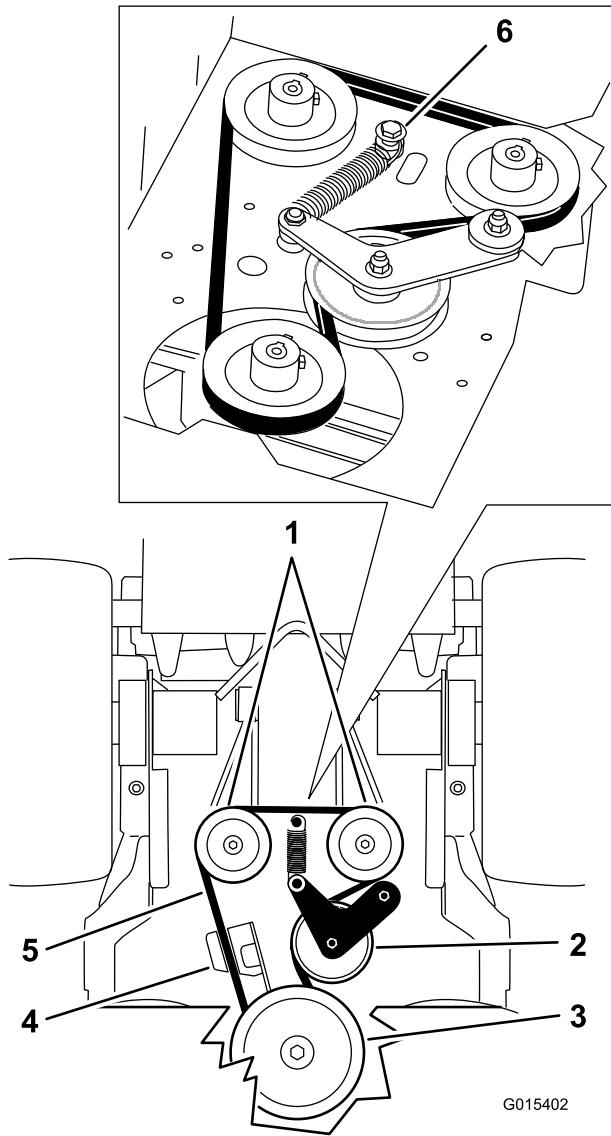

Figura 66
5. Retire el perno de cuello largo, la tuerca y la arandela de la carcasa del motor y del muelle (Figura 66).
- 6. Retire la correa de transmisión de la bomba (Figura 66).
- 8. Instale el muelle en el perno de cuello largo y la arandela, y conéctelo a la carcasa del motor con la tuerca (Figura 66).